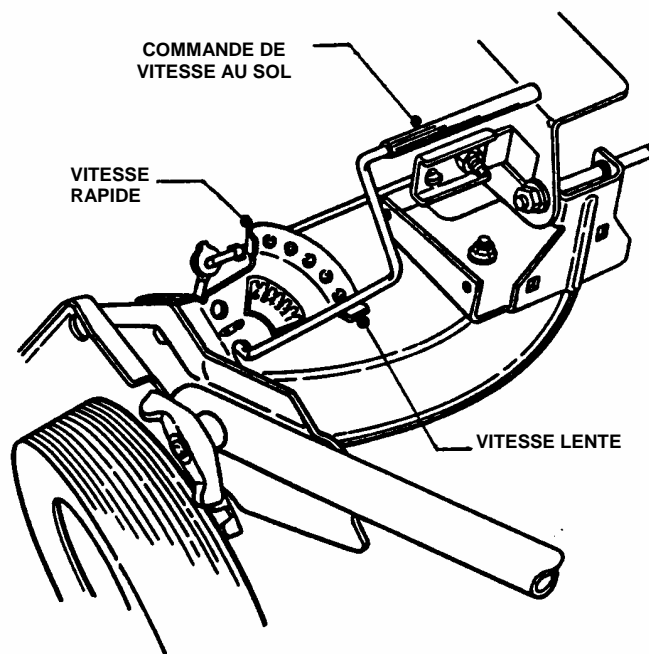

FIGURE 2.5
1. Arrêtez le moteur et la lame en relâchant la commande d'embrayage de la lame avant de régler la vitesse au sol. Amenez la commande de vitesse au sol sur la vitesse désirée. Voir figure 2.5.